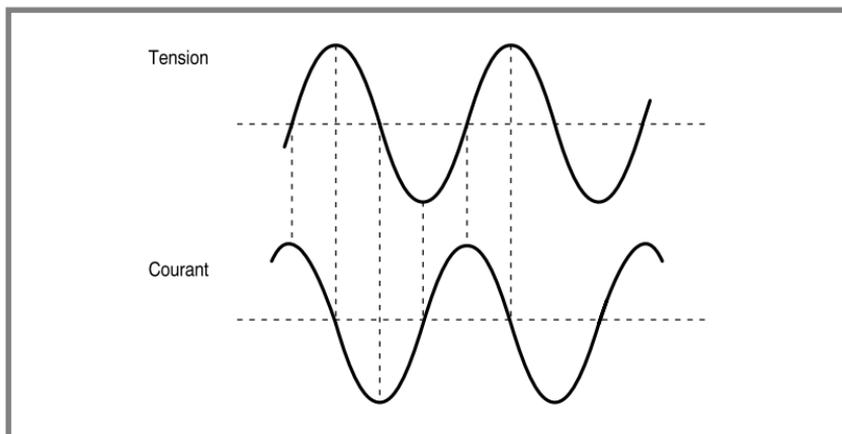

Figure 2.13 - Tension et courant en quadrature.
– la tension et le courant sont en quadrature, c’est-à-dire sont déphasés de 90° , la tension étant en retard sur le courant (figure 2.13) ;